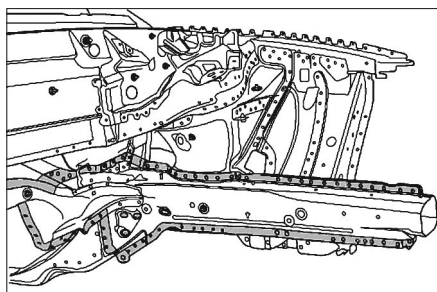

FIG. 3
- Détacher l'assemblage d'origine entre la partie intérieure du longeron et les tôles de renfort (Fig.3).